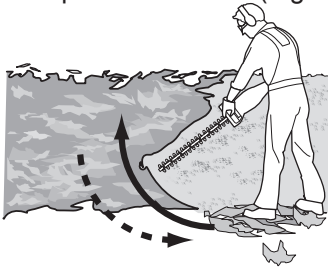

Fig. 5
1. Asegúrese de que la cubierta de la cuchilla (11) está quitada.
4. Sujete siempre el producto con ambas manos por el mango delantero (4) y el mango trasero (6) No utilice nunca este producto con una sola mano.
6. Primero corte ambos lados desde abajo hacia arriba. Esto evitará que alguno de los recortes caiga en el camino de la zona que queda por cortar (Fig. 5).